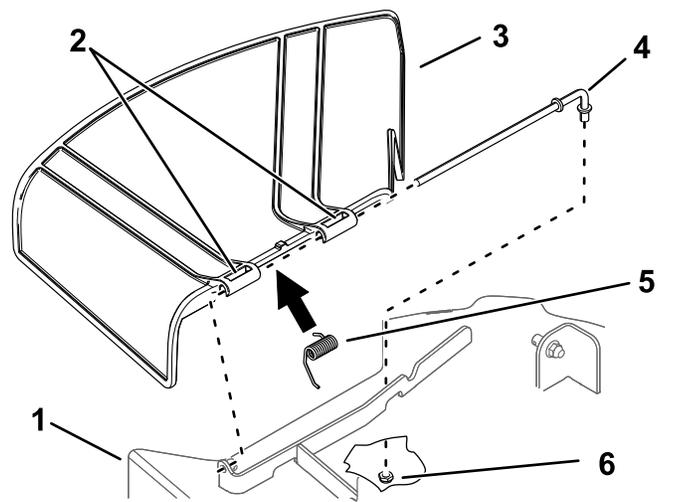

Bild 78
1. Nehmen Sie die Mutter ($\frac{3}{8}$ ") aus der Stange unter dem Mähwerk ab (Bild 78).
2. Schieben Sie die Stange aus der Mähwerkhalterung, der Feder und dem Ablenklech (Bild 78).
4. Montieren Sie das neue Ablenklech (Bild 78).
7. Schieben Sie die Stange durch den zweiten Drehzapfen am Grasablenklech (Bild 78).
9. Befestigen Sie das hintere Stangenende mit einer Mutter ($\frac{3}{8}$ ") am Mähwerk, wie in Bild 78 abgebildet.